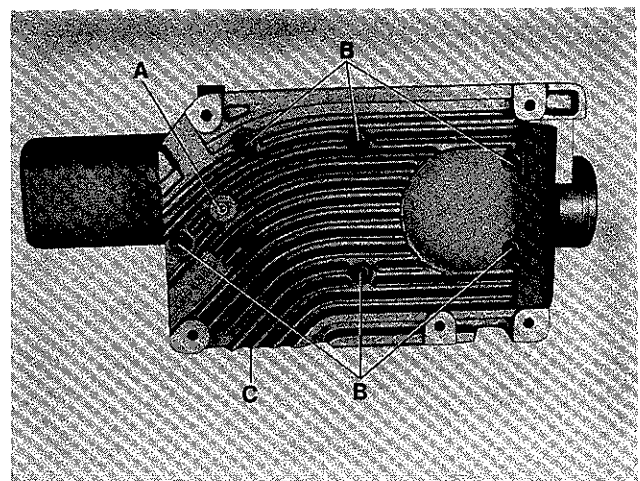
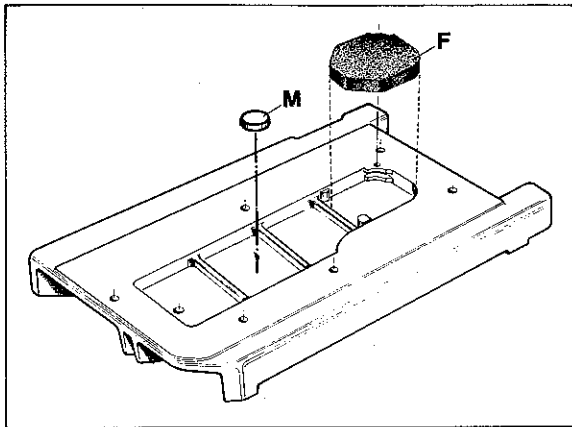

Fig.10
Fig.10A
1. Drain the oil at plug screw (A, Fig. 10) in the bottom cover of the machine.
2. Unscrew the six screws (B, Fig. 10) for the bottom cover (C) and remove bottom cover and gasket.
3. Remove the magnet (M, Fig. 10A), which accumulates metallic foreign materials, from the second oil sump chamber from the left in the bottom cover and clean it.
4. Remove the filter (F, Fig. 10A) from the right oil sump chamber in the bottom cover and clean it in petroleum, or replace it by a new one (part No. 999-254 J).
6. Insert plug screw (A, Fig. 10) in the bottom cover, place the magnet (M, Fig. 10A) in the second from the left and the filter (F, Fig. 10A) in the right oil sump chamber.
1. Lassen Sie das Öl an der Verschlussschraube (A, Fig. 10) in der Grundplatte der Maschine ab.
2. Entfernen Sie die sechs Befestigungsschrauben (B, Fig. 10) für die Grundplatte (C) und nehmen Sie Grundplatte und Dichtung ab.
3. Nehmen Sie den Magneten (M, Fig. 10A), der die Aufgabe hat, metallische Fremdkörper anzuziehen, aus der zweiten Ölsumpfkammer von links in der Grundplatte und reinigen Sie ihn.
4. Nehmen Sie den Filter (F, Fig. 10A) aus der rechten Ölsumpfkammer der Grundplatte und reinigen Sie ihn in Petroleum, oder verwenden Sie einen neuen Filter (Teil Nr. 999-254 J).
6. Drehen Sie die Verschlussschraube (A, Fig. 10) in die Grundplatte, legen Sie den Magneten (M, Fig. 10A) in die zweite von links und den Filter (F, Fig. 10A) in die rechte Ölsumpfkammer.
7. Remount bottom cover with gasket. Make sure that the surfaces on machine bed and bottom cover for the gasket are absolutely clean! Torque the six screws (B, Fig. 10) carefully to 22,6 - 23,1 Nm (200 - 205 in.lbs.).
7. Montieren Sie die Grundplatte mit Dichtung wieder. Beachten Sie, daß die Auflageflächen für die Dichtung, am Gehäuse und an der Grundplatte, absolut sauber sein müssen! Ziehen Sie die sechs Befestigungsschrauben (B, Fig. 10) mit einem Drehmoment von 22,6 bis 23,1 Nm sorgfältig an.